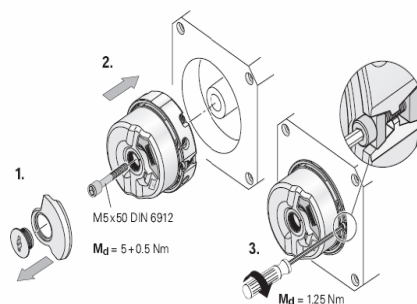

图 10 编码器装配
- 将编码器转动一下（若转动不灵活，则应检查螺栓是否装偏），再用内六角扳手按  $M_d=1.25\text{Nm}$  的力矩将编码器的涨紧螺栓拧紧，要求拧紧力矩为  $M_d=1.25\text{Nm} - 0.2\text{Nm}$ ，使编码器外部不能用手转动见图 10。